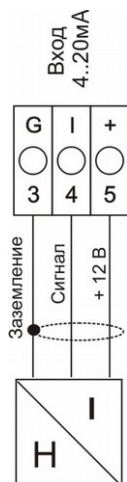

Рис. 13. Подключение датчика уровня
3. Подключить контактные датчики согласно Рис. 12 или датчик стратический датчик уровня Рис. 13.
При использовании аналогового датчика уровня 4...20мА, в качестве устройства контроля уровня жидкости в резервуаре, необходимо подключить его к клеммам пульта согласно **Рис.13**. После чего войти в параметр **[A06]** и установить значение «**1**», а также запрограммировать параметры **[A21]...[A25]**. Следует учитывать, что в этом режиме дискретные входы контроля уровней не обрабатываются.